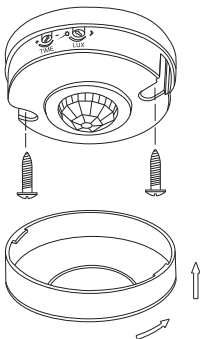

Рисунок 5. Датчик движения ДД-025
– Повернуть против часовой стрелки защитную крышку датчика. Снять крышку (рисунок 5).
– Установить датчик на опорную поверхность (потолок, стена) и закрепить его через два отверстия в корпусе винтами самонарезающими (рисунок 5).